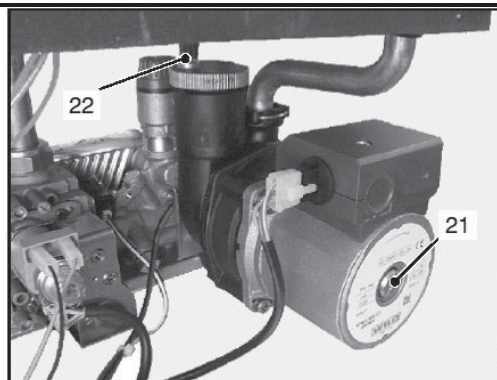

Fig. 6.2
3. Unscrew the cap on the automatic air purger valve 22 (Fig. 6.2) one full turn and leave open permanently.
6. Purge the air from the pump by unscrewing the pump plug 21 (Fig. 6.2); release the pump by turning the rotor in the direction indicated by the arrow on the information plate.
3. Отверните колпачок на автоматическом спускнике воздуха 22 (рис. 6.2) на 1 полный оборот и оставьте его в этом положении.
6. Спустите воздух из насоса, открутив винт 21 (рис. 6.2); разблокируйте насос, поворачивая ротор в направлении, указанном стрелкой на информационной табличке.